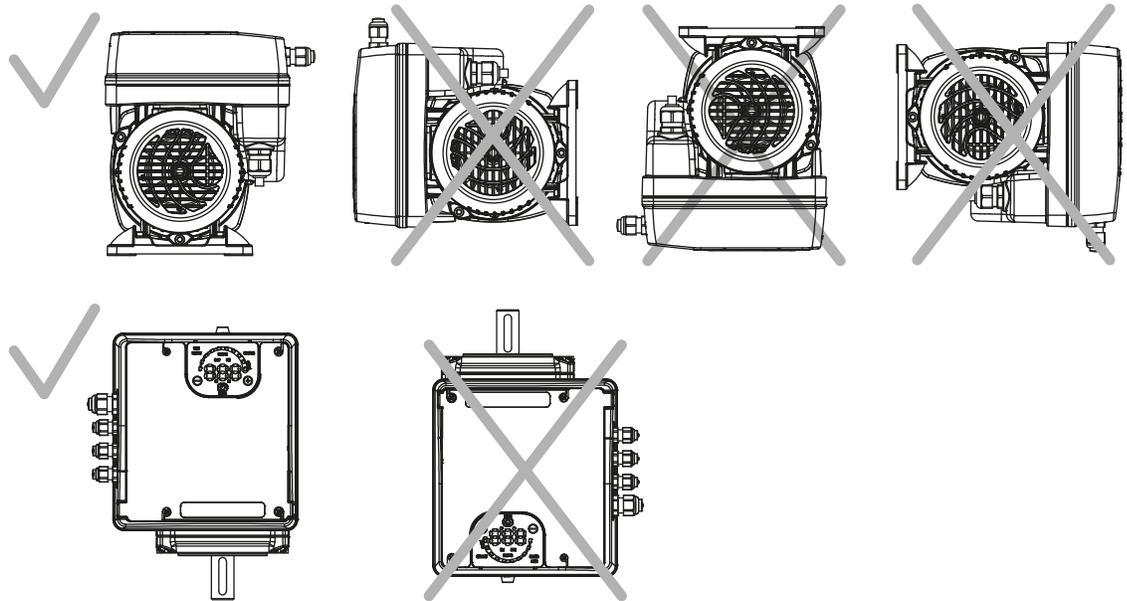

Figura 3: Posiciones permitidas
- Coloque la unidad como se muestra en la Figura 3.